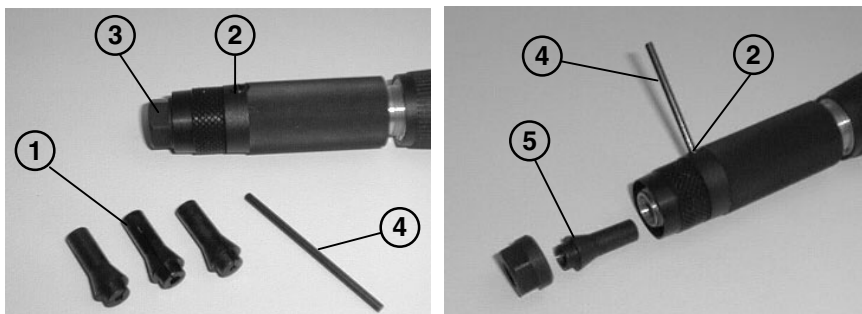

Fig. 9
Come si osserva in Fig. 9, comprende la fornitura di quattro pinzette (1) per differenti diametri degli utensili (2,35 - 3 - 4 - 6 mm)